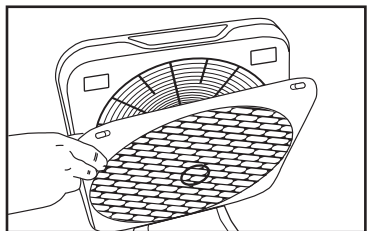

Fig. 15
2. Retire la rejilla del cuerpo hasta que las lengüetas de la parte inferior de la placa de la rejilla se deslicen fácilmente fuera de la unidad. Vea las Fig. 15 y 16.